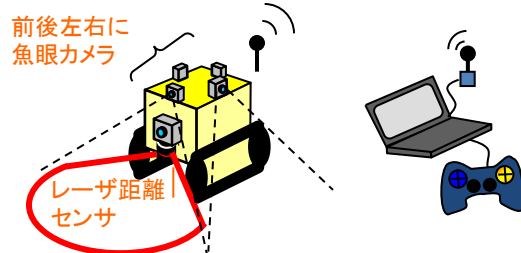

図4 距離センサ値の画像重畳によるガイド表示
- ③距離センサ情報をカメラ画像に重畳し、障害物までの奥行き距離を表示(図4)